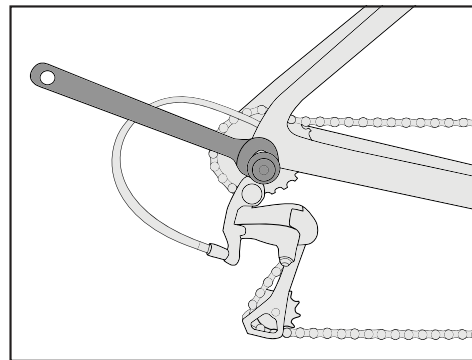

Figure 8
7. Tighten to 6 nm (Figure 8).
7. Ziehen Sie auf 6 nm an. (Abbildung 8)
7. Serrez au couple de 6 Nm. (Figure 8)